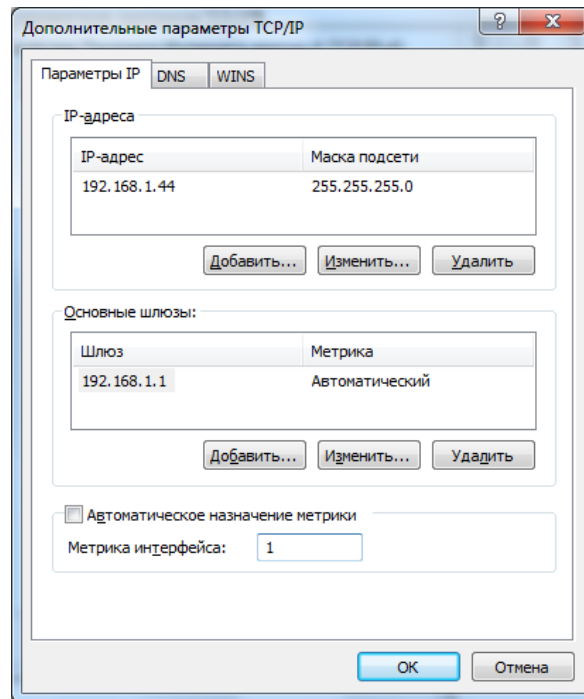

Рис. 12.10. Настройка дополнительных параметров протокола TCP/IP
- В открывшемся окне *Дополнительные параметры TCP/IP* уберите флажок *Автоматическое назначение метрики* и выставьте значение метрики интерфейса 1 (Рис. 12.10).